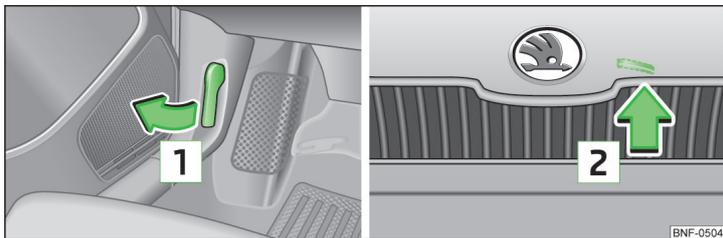

Fig. 97 Manette de déverrouillage pour le capot moteur / manette de déverrouillage
- Tirez sur la manette de déverrouillage en dessous du tableau de bord dans le sens de la flèche **1** » fig. 97.
- Appuyez sur la manette de déverrouillage dans le sens de la flèche **2** » fig. 97, le capot moteur se déverrouille.
Ne soulevez jamais le capot en utilisant la manette de déverrouillage » fig. 97.